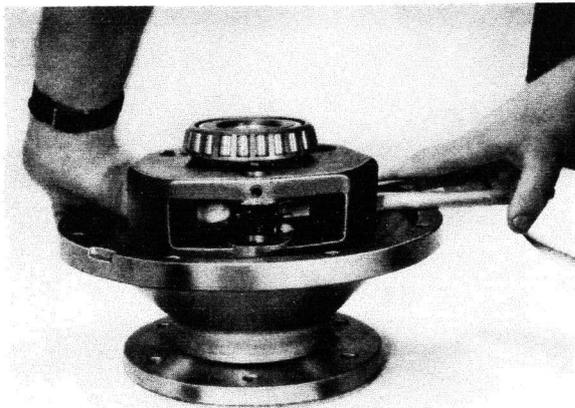

Fig. 2
- 4° Déposer le circlip d'arrêt d'axe de fusée dans le carter de réduction à l'aide de la pince MAPU (fig. 2).